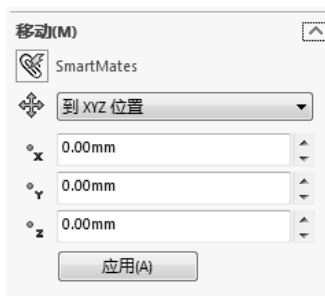

图 11-10 “到 XYZ 位置”设置
- 到 XYZ 位置：选择零部件的一点，在属性管理中输入 X、Y 或 Z 坐标，如图 11-10 所示，然后单击“应用”按钮，所选零部件的点移动到指定的坐标位置。如果选择的项目不是顶点或点，则零部件的原点会移动到指定的坐标处。